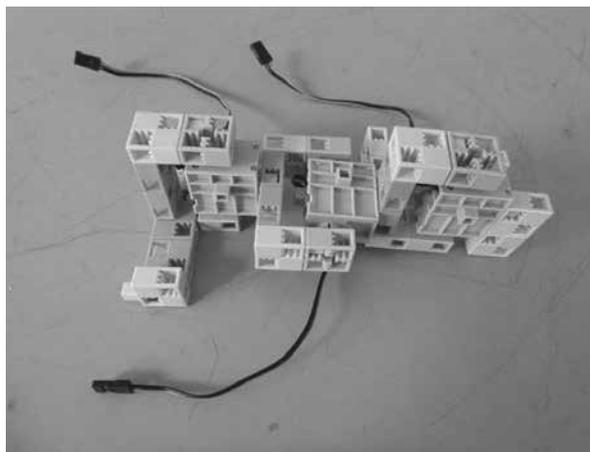

図21 アームロボを組み立てる
- ① 図21に示すように、アーテックのサーボモーター3個とブロックを使用してアームロボ¹⁰⁾を組み立てる。